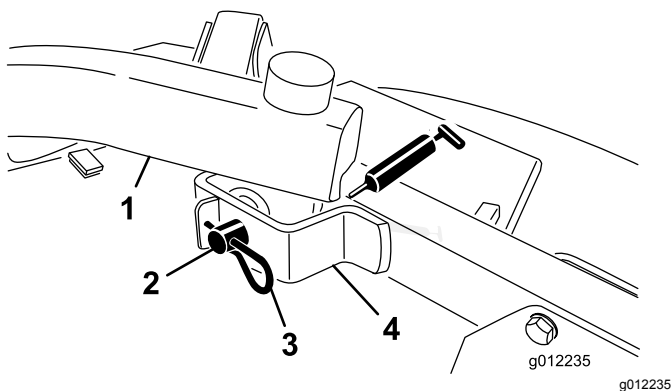

Figura 18
- Perni dei bracci di sollevamento, anteriori (2) (Figura 18)